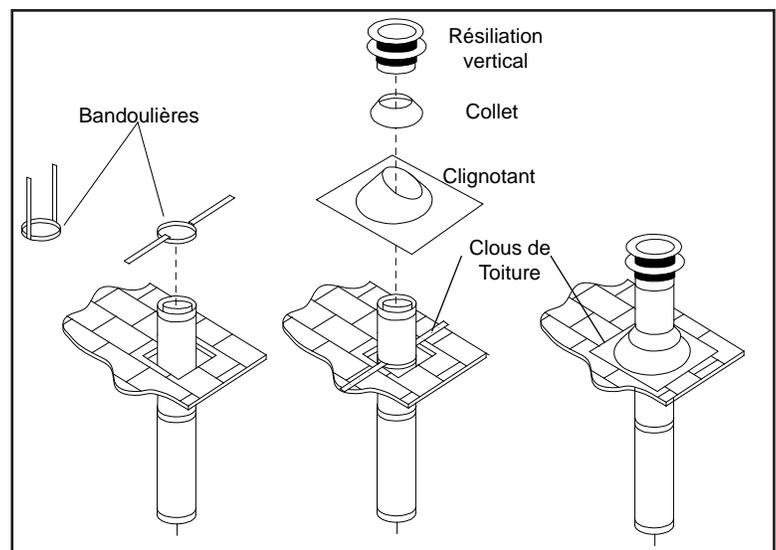

Figure 30: Installation de terminaison de ventilation verticale.
6. Une fois que les sections de tuyau ont été jointes et remontent à travers le trou dans le toit, glissez une sangle coudée sur les sections exposées, pliez les sangles de support vers l'extérieur et poussez la sangle coudée jusqu'au niveau du toit, comme illustré à la Figure 30. Serrez le collier autour de la section de tuyau. Utilisez un niveau pour vous assurer que le tuyau est vraiment vertical. Avec des clous à toiture, fixez les sangles de support au toit. Scellez les têtes des trous des clous avec du mastic non durcissant. Coupez la longueur excédentaire des bandes de support qui s'étendent au-delà du bord du solin.
7. Glissez le solin sur la section de tuyau dépassant du toit. Fixez la base du solin au toit avec des clous à toiture. Utilisez un scellant non durcissant entre le bord ascendant du solin et le toit. Assurez-vous que le matériau de toiture chevauche le bord supérieur du solin, comme illustré à la Figure 30. Vérifiez que vous avez au moins le dégagement minimum aux matériaux combustibles à la ligne de toit.
9. Glissez le collet de solin sur le tuyau et poussez-le vers le haut du solin de toit comme illustré à la Figure 30. Utilisez le scellant non durcissant autour du joint entre le tuyau et le collet de solin.